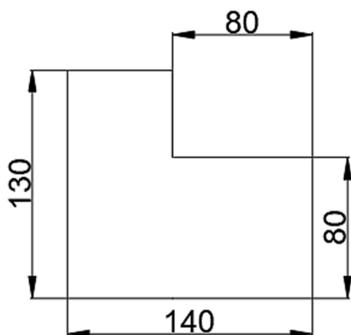

Рис. 2.2
1. Командой «Полилиния» построить многоугольник (рис. 2.2) по координатам толщиной линий 1 мм. Координаты нижнего левого угла – 30, 130.